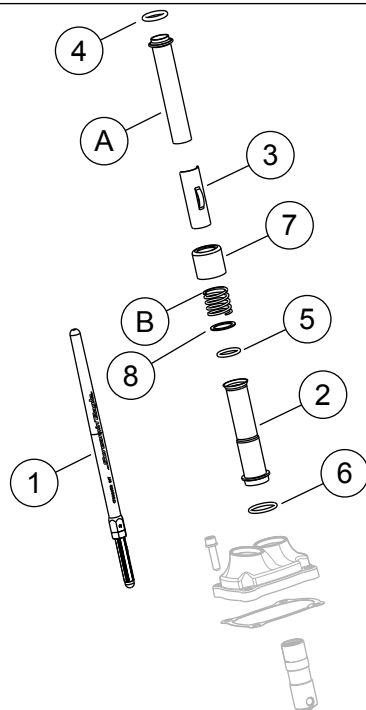

Figura 5. Piezas de servicio
Consulte Figura 5 y Tabla 1 .
- Consulte Figura 3 y Figura 5 . Instale las varillas de empuje de admisión en las cubiertas de la varilla de empuje. Reemplace los O-rings, cubierta inferior de la varilla de empuje y fijador de la tapa del resorte con los nuevos componentes suministrados en el kit. Asegúrese de que el extremo del tensor de la varilla de empuje esté desplegado.